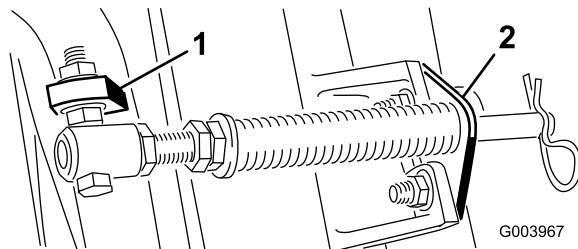

Рисунок 6
- Установите болт трубки пружины на противоположный выступ несущей рамы и закрепите фланцевой гайкой. Головку болта следует расположить по направлению к наружной стороне выступа, как показано на Рисунок 6.
- Присоедините кронштейн штока к выступам режущих блоков с помощью каретных болтов и гаек (Рисунок 6).